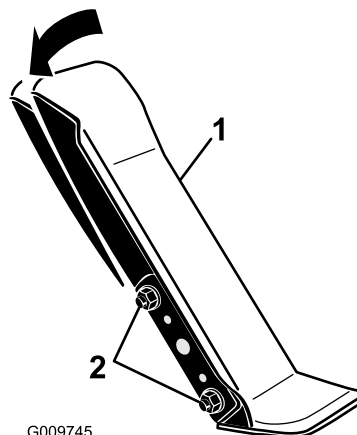

Рисунок 87
1. Ослабьте две гайки и болты крепления левой стороны педали тяги к кронштейну (Рисунок 87).
2. Поверните педаль под требуемым рабочим углом и затяните гайки (Рисунок 87).